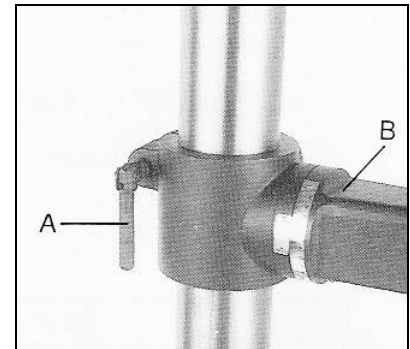

Fig 2
Visser le levier de serrage (A, Fig. 2) dans la glissière de table (B).